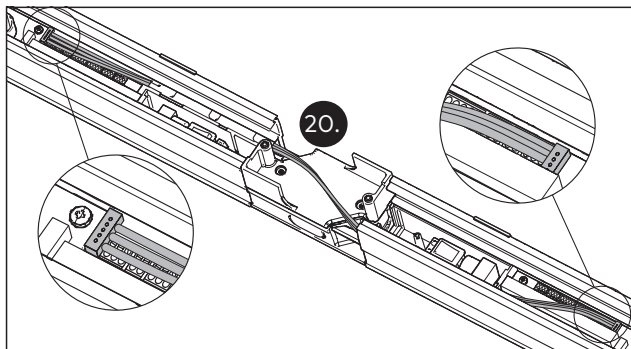

Abb. 25 Das Synchronisationskabel anschließen
20. Das Synchronisationskabel anschließen (Abb. 25).